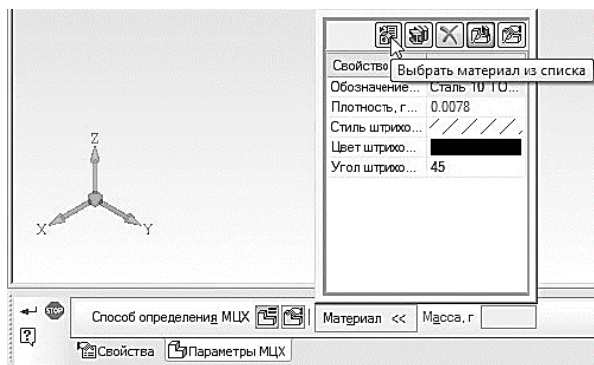
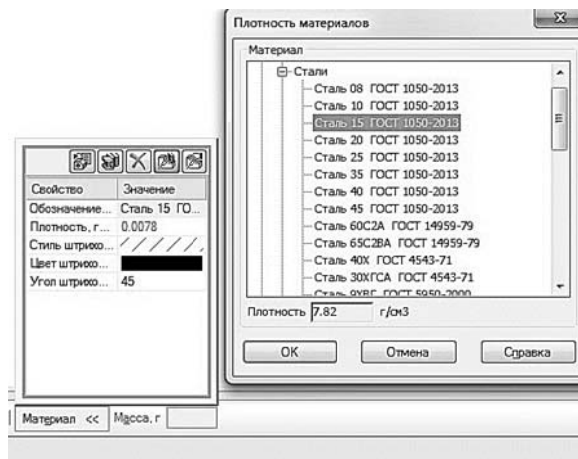

Рис. 18. Вкладка Параметры МЦХ панели свойств детали
Рис. 19. Выбор материала из списка
На второй вкладке **Параметры МЦХ** находятся следующие элементы (рис. 18):
- Переключатель, позволяющий указать, какой параметр будет задан для расчета МЦХ детали: плотность  или масса  (рис. 18).
• Раскрывающееся окно **Материал**, в верхней части которого находятся пять кнопок управления. Для определения материала (рис. 18), из которого изготовлена деталь, на панели **Материал** нажмите кнопку **Выбрать материал из списка** . В окне **Плотность материалов** раскройте «ветвь» *Материалы*, а в ней «ветвь» *Стали* и выберете **Сталь 15 ГОСТ 1050-2013** (рис. 19).